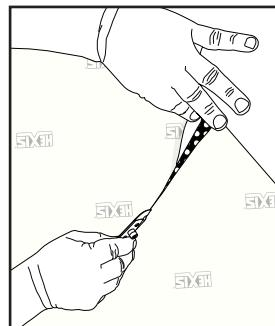

Figure 07
- › Fendre le liner au centre du visuel, de haut en bas, à l'aide du SHAGCUT. (FIG. 07)